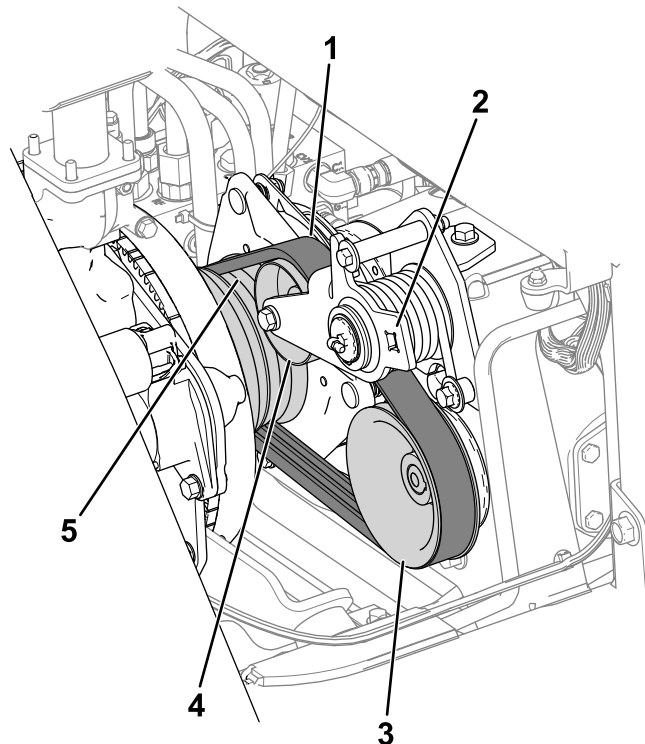

Bild 75
3. Führen Sie den Riemen über die Motorriemenscheibe, die Spannscheibe und der Riemenscheibe der Pumpe (**Bild 75**).